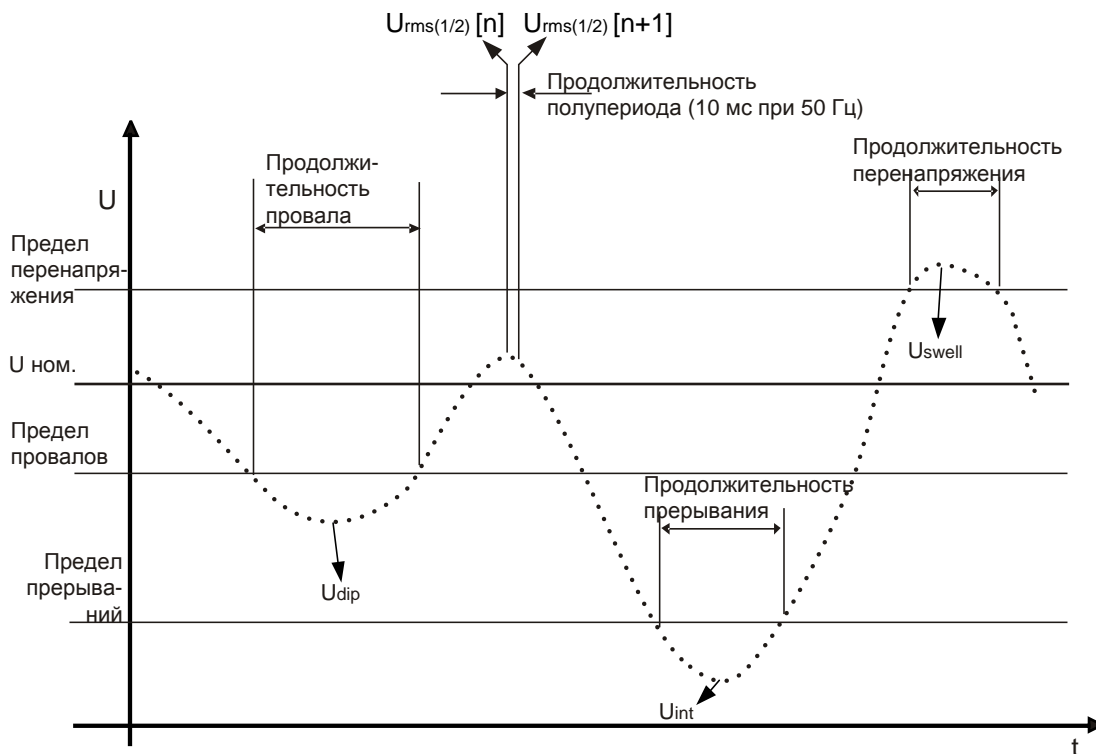

Рисунок 5.9 Определение событий, связанных с напряжением
- В однофазных системах провал напряжения начинается в тот момент, когда напряжение $U_{Rms\frac{1}{2}}$ падает ниже порога провала, и заканчивается в тот момент, когда напряжение $U_{Rms\frac{1}{2}}$ равно порогу провала плюс 2% напряжения гистерезиса, или превышает указанную величину (см. Рисунок 5.9).
- В однофазных системах перенапряжение начинается, когда напряжение $U_{Rms\frac{1}{2}}$ превышает порог перенапряжения, и заканчивается, когда напряжение $U_{Rms\frac{1}{2}}$ равно порогу перенапряжения плюс 2% напряжения гистерезиса, или превышает указанную величину (см. Рисунок 5.9).
- В однофазных системах прерывание напряжения начинается, когда напряжение $U_{Rms\frac{1}{2}}$ падает ниже порога прерывания напряжения и заканчивается, когда значение $U_{Rms\frac{1}{2}}$ равно порогу прерывания напряжения плюс 2% напряжения гистерезиса, или превышает указанную величину (см. Рисунок 5.9),